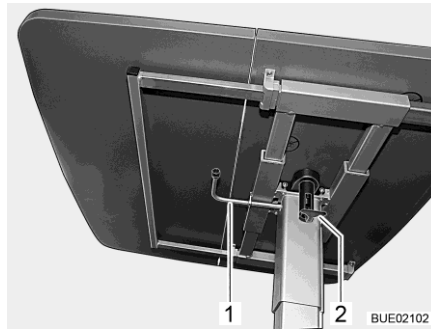

Fig. 131 Mesa elevadora
- Plegar hacia abajo la palanca de bloqueo (Fig. 131,2).
- Girar la palanca (Fig. 131,1) debajo del tablero de la mesa 180° en sentido de las agujas del reloj. El mecanismo de elevación en la pata de mesa se desbloquea.
- Girar la palanca (Fig. 131,1) debajo del tablero de la mesa 180° en sentido de las agujas del reloj. El tablero de la mesa se desplaza automáticamente hacia arriba hasta el tope final.